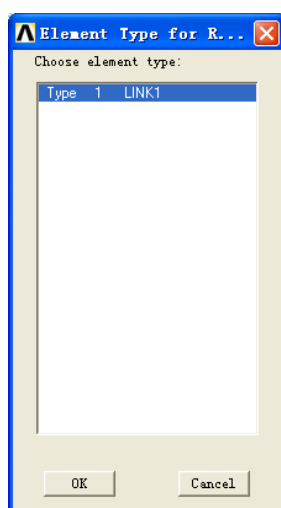

图 2-41 “Element Type for Real Constants”对话框
(2) 单击“Add”按钮，弹出“Element Type for Real Constants”对话框，如图 2-41 所示，显示所定义的单元类型 LINK1 处于选中状态。